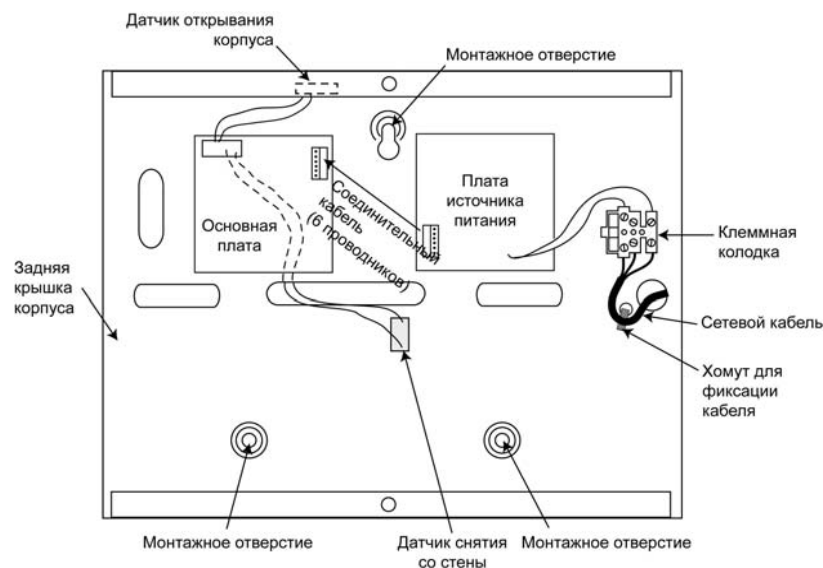

Рис. 3. Корпус источника питания
1. Пропустите кабель питания через отверстие с правой стороны корпуса. Надежно закрепите кабель на корпусе с помощью стягивающего хомута, как показано на рис. 3.